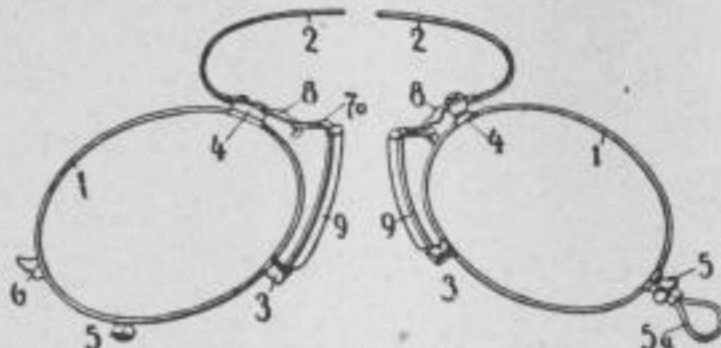
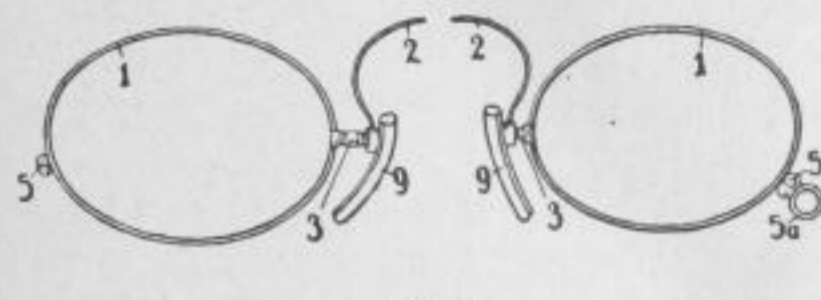

Abb. 9
Abb. 10
Die Federn sind mit den Einfassungen meistens dadurch verbunden, daß sie mit ihren Enden in Kästen (4 in Abb. 9) festgeschraubt werden, die an die Einfassung angelötet sind.
Die Schrauben, die zur Befestigung der Federn in den Kästen dienen, nennt man Kastenschrauben. Oftmals ist die Feder nicht in einen Kasten eingelagert, sondern mit ihrem Ende auf einen Klotz (4 in Abb. 9, linke Seite, und 3 in Abb. 10) geschraubt.
Die Feder der amerikanischen Klemmer (Abb. 9) ist mit ihren Enden in je einen Kasten oder auf je einen Klotz mit einer oder zwei Kastenschrauben (4) befestigt. In den gleichen Kästen oder auf den Klötzen sind die Haken (8) mit den gleichen Schrauben befestigt. Diese Haken greifen
Die Federn (2) der Sportklemmer (Abb. 10) sind samt den Haltern oder den Haltearmen durch Klötze (3) mit der
Die kurzen Klemmerfedern lassen sich in solche der „amerikanischen“ Form (Abb. 9) und der „Sportform“ (Abb. 10) unterscheiden.